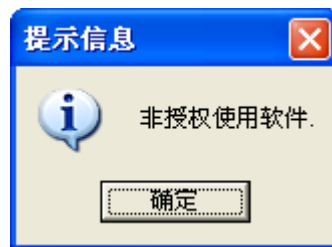

图 7.15 没有加密锁时的错误提示
9. 双击“D:\NT141 EXE文件加密\calc.exe”，程序会根据图 7.13 所设置的产品编号和普通用户密码去查找合法的加密锁，如果此时没有插入已经初始化过的合法的加密锁，则会弹出如图 7.15 所示的错误提示。